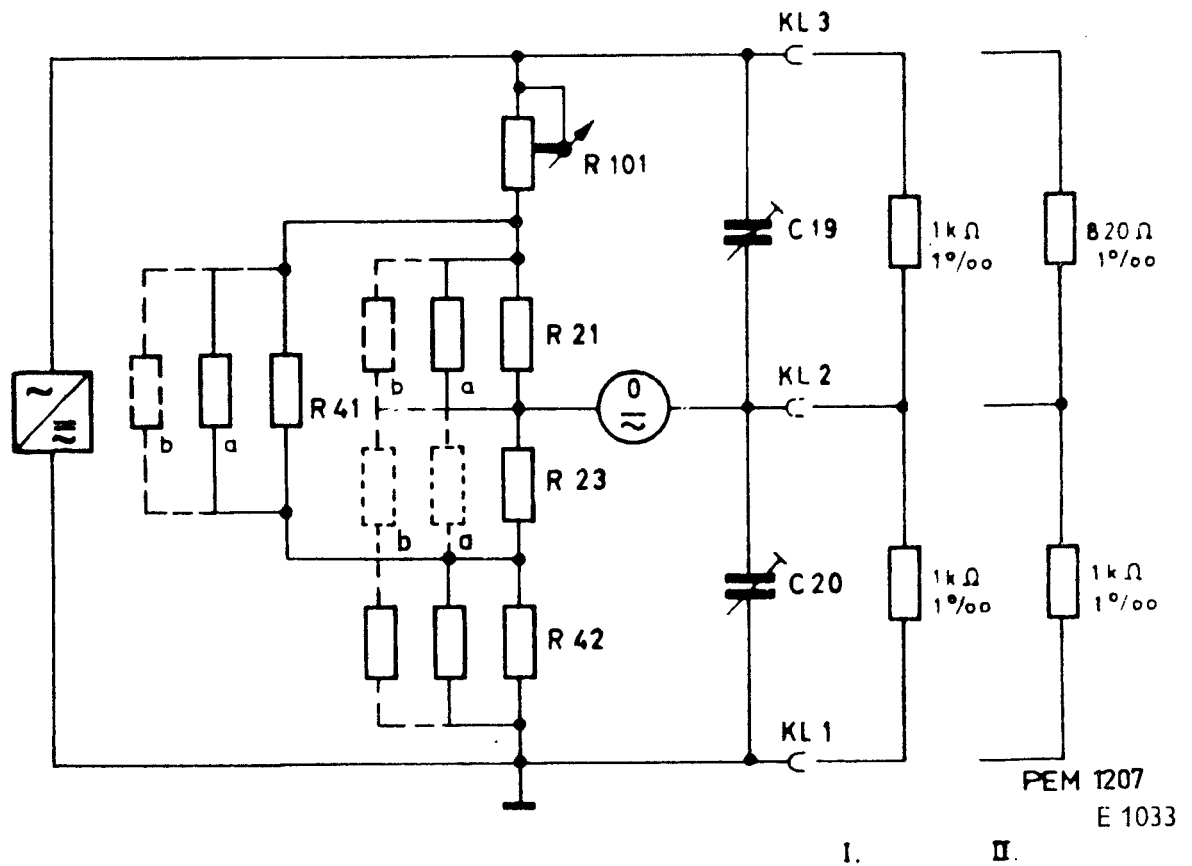

Abb. 13. Abgleich der Prozent-Skale
2. Abgleich von C20 (Abb. 13)
3. Abgleich von C19 (Abb. 13)